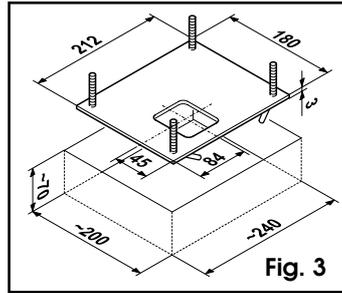

Fig. 3
- 1) Creuser une tranchée pour recevoir la plaque à sceller comme indiqué fig.3.
- 2) Poser les fourreaux nécessaires pour le passage des câbles de connexion entre le motoréducteur, les accessoires et l'alimentation électrique. Les fourreaux doivent sortir d'environ 3 cm du trou percé sur la plaque (fig.3).